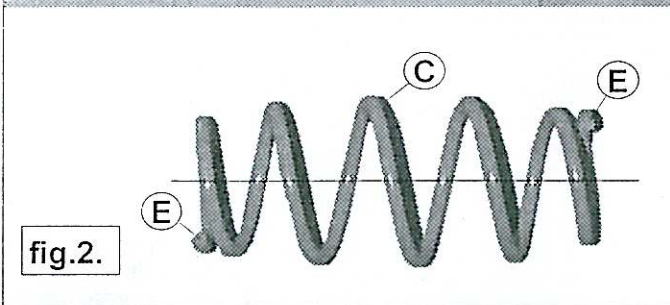

fig.2.
9. Platzieren Sie die Niveaufeder C mit den plastic Rohr an der oberen Seite und den Enden E zur Vorderseite des Autos über den Gummipuffer 2. Siehe Fig.2.
9. Enfoncez le ressort de renfort C autour de la butée en caoutchouc 2, avec le tube en matière plastique en haut et les extrémités E orientées vers l'avant de la voiture. Voir figure 2.